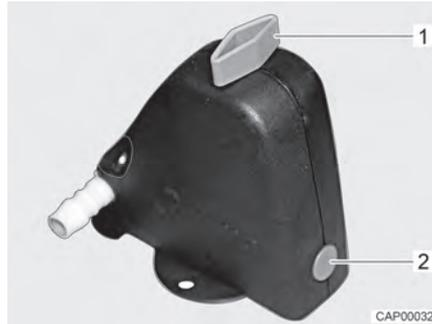
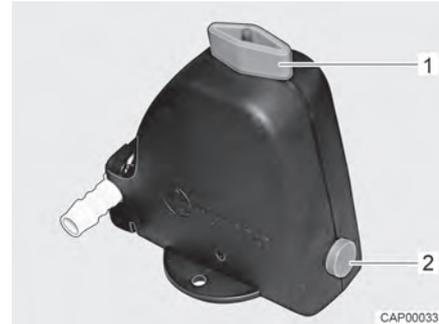

Fig. 131 Válvula de seguridad/purga cerrada
Fig. 132 Válvula de seguridad/purga abierta
- Abrir la válvula de seguridad/purga (Fig. 131). Para ello, girar el botón giratorio (Fig. 131,1) a la posición longitudinal en referencia a la válvula de seguridad/purga. El botón (Fig. 131,2) salta hacia fuera. La válvula de seguridad/purga abierta se muestra en Fig. 132.